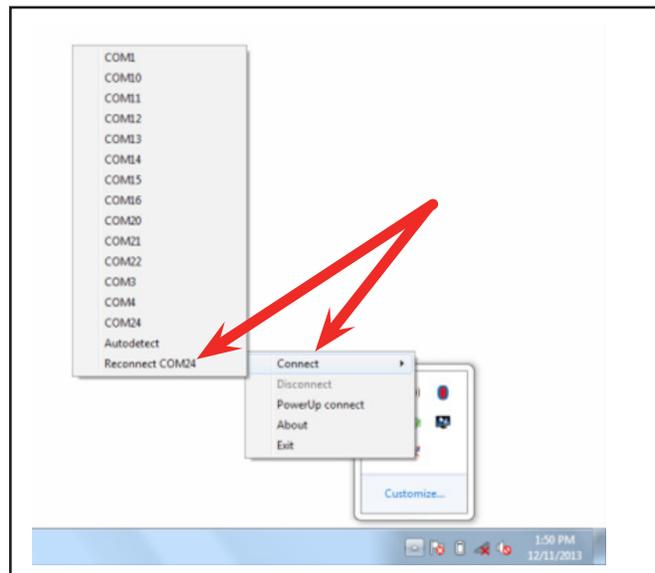

Figure 27 - Connexion au port de communication
11. Pour ouvrir le menu avec l'option de connexion, cliquer avec le bouton droit de la souris l'icône MAIDCOM2. En survolant l'item CONNECT, un sous-menu apparaîtra, ce qui permettra de sélectionner le port COM auquel le câble est connecté (préalablement noté). Dans l'exemple cité, COM24 qui est sélectionné. Voir Figure 27.